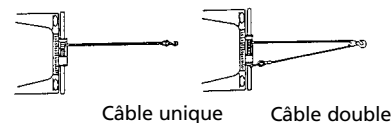

Figure 1
1. Ne maintenez pas l'alimentation au treuil si le moteur cale. Les surcharges peuvent endommager le treuil et/ou le câble et peuvent créer des conditions dangereuses. POUR LES CHARGES DE PLUS 2/3 DE CAPACITÉ NOMINALE, NOUS RECOMMANDONS D'UTILISER LE PALAN FACULTATIF AFIN DE DÉDOUBLER LE CÂBLE (Fig. 1). Ceci réduit la charge appliquée au treuil et au câble d'environ 50%. En cas d'attache au même véhicule, fixez le treuil au cadre ou à un autre point de portage. Le moteur du véhicule devrait être en marche pendant le fonctionnement du treuil pour minimiser l'épuisement de la batterie et maximiser la force et la vitesse du treuil. Si un treuillage important est effectué sans que le moteur ne soit en marche, il se peut que la batterie soit trop faible pour faire redémarrer le moteur.